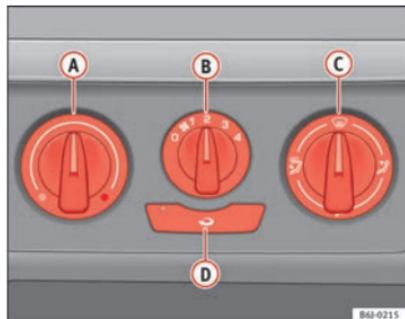

Fig. 103 Comandos do aquecimento no painel de instrumentos
- Rodar o regulador da temperatura ⇒ Fig. 103 **A** para a esquerda.
- Rodar o regulador da temperatura ⇒ Fig. 103 **A** para a direita, até ser atingido o nível de aquecimento pretendido.
- Rodar o regulador da temperatura ⇒ Fig. 103 **A** para a direita até ao nível máximo de aquecimento.
- Rodar o regulador da temperatura ⇒ Fig. 103 **A** para a zona do aquecimento.